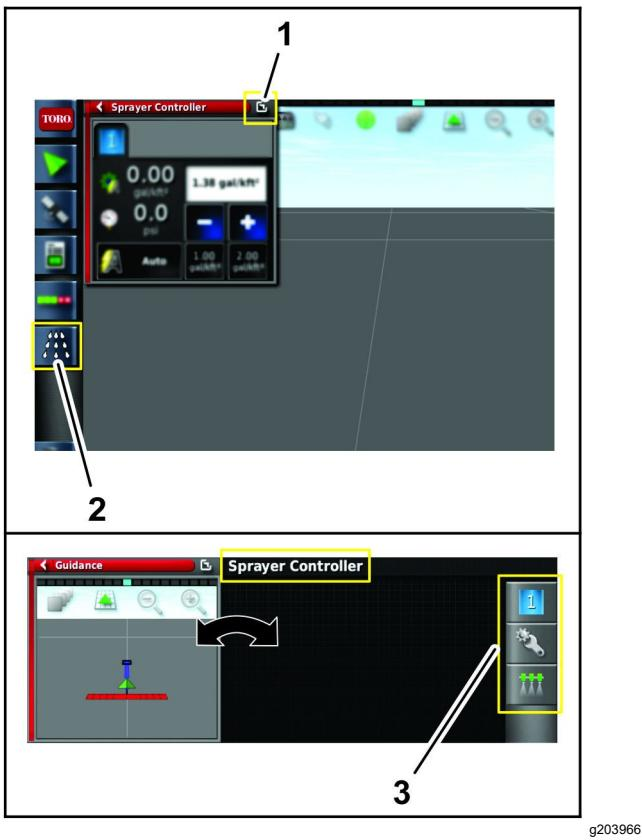

Figure 177
3. Appuez sur l'icône du contrôleur de pulvérisateur (Figure 177).
5. Appuyez sur l'icône de configuration dans le sous-menu du contrôleur du pulvérisateur pour afficher le menu de configuration (Figure 177).
- 9. Appuyez sur l'icône de la fenêtre d'échange pour retourner au menu du contrôleur du pulvérisateur (Figure 177).